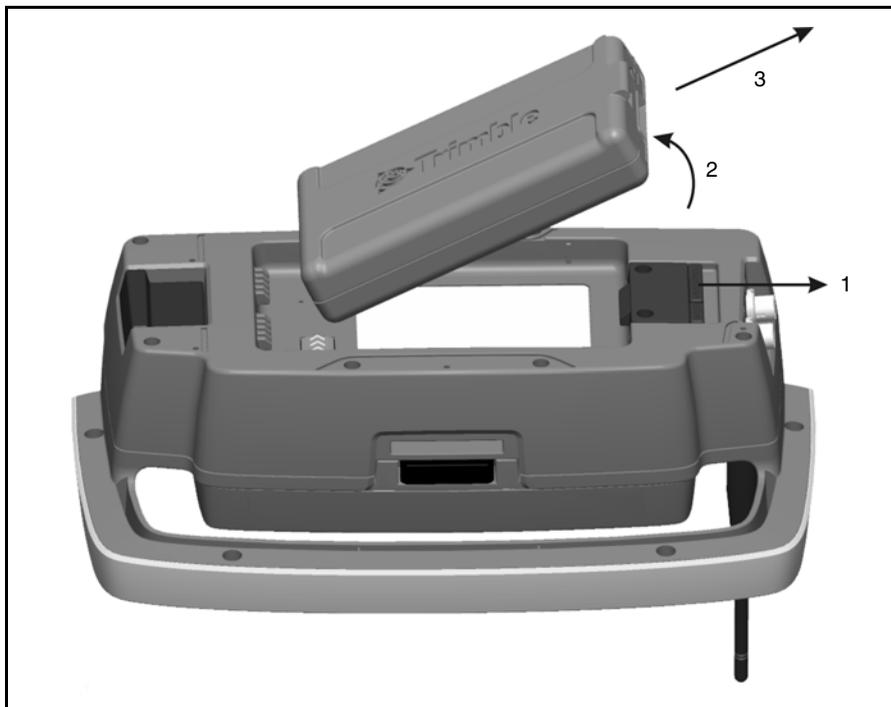

Figura 7.72 Cómo sacar la batería del soporte robótico de Trimble
1. Quite el mecanismo de traba de la batería (1).
2. Levántela por este lado (2).
3. Sáquela del soporte (3). Véase la Figura 7.72.